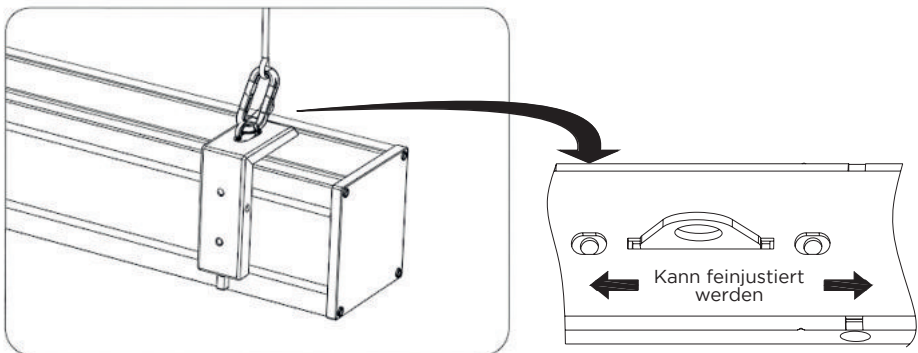

Abbildung 18
4. Prüfen Sie nach Abschluss der Schritte 2 und 3, ob die Wandhalterung sicher am Gehäuse der Leinwand befestigt ist, bevor Sie die Leinwand aufhängen. Hängen Sie die Leinwand wie in Abbildung 18 gezeigt in die Karabiner ein.